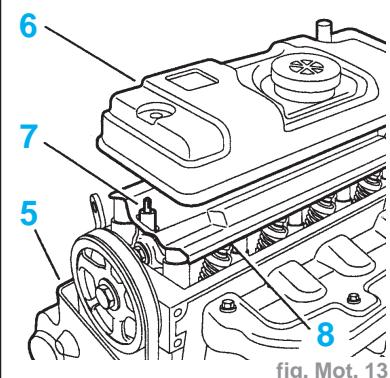

fig. Mot. 13
- les carters (5) de distribution (fig. Mot. 13)
- le couvre-culasse (6)
- les deux entretoises (7)
- la tôle déflectrice (8)